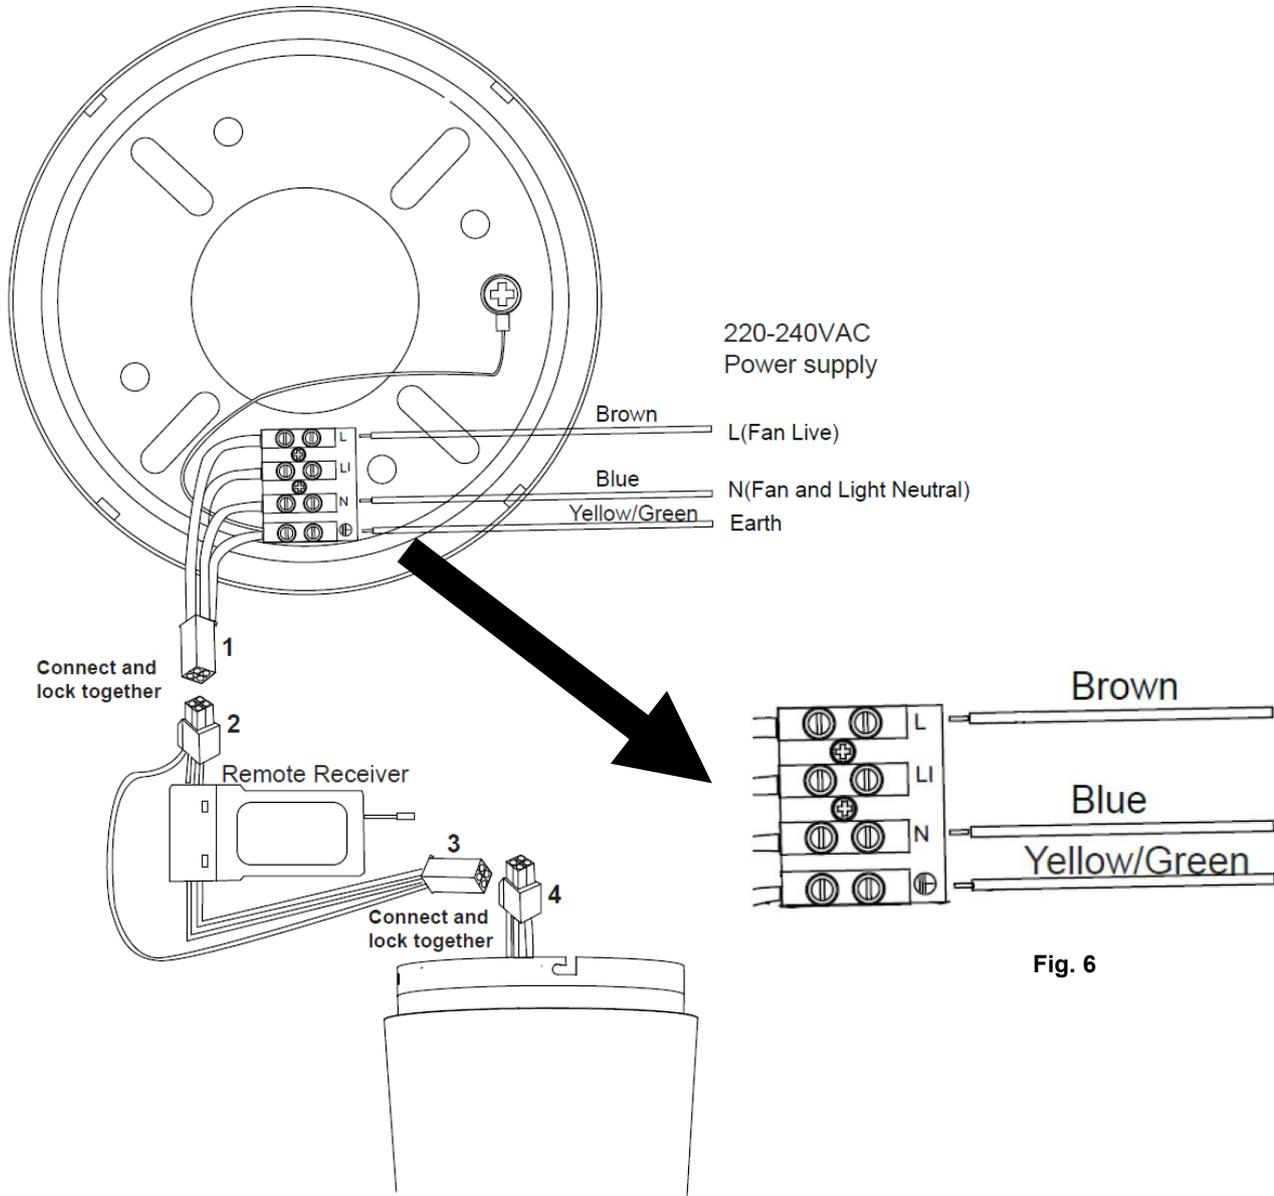

Fig. 6
SCHEMA DI CABLAGGIO PER I MODELLI CON TELECOMANDO (Fig. 6)
- Collegare i cavi di fase (L), neutro (N) e terra alla morsettieria della staffa di supporto come illustrato in Fig. 6.
- Unire il connettore rapido della staffa di supporto (1) a quello del ricevitore del telecomando (2), assicurandosi che siano collegati saldamente.
- Unire il connettore rapido del ricevitore del telecomando (3) a quello del ventilatore (4), assicurandosi che siano collegati saldamente.